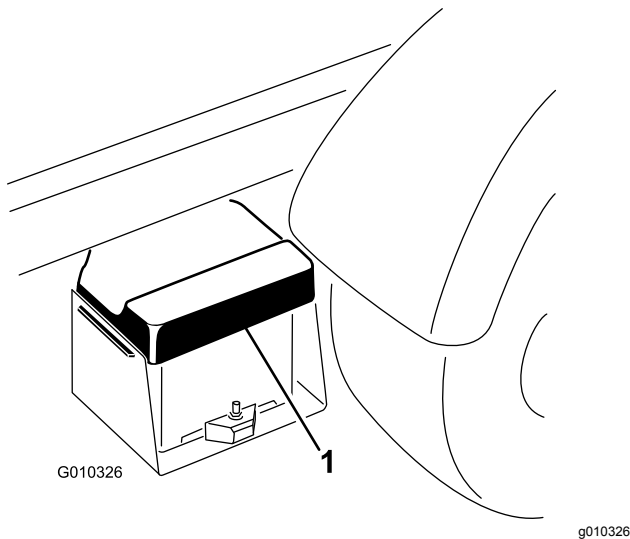

Figura 59
1. Apriete la tapa de la batería para liberar las pestañas de la base de la batería, y retire la tapa de la batería de la base de la batería (Figura 59).